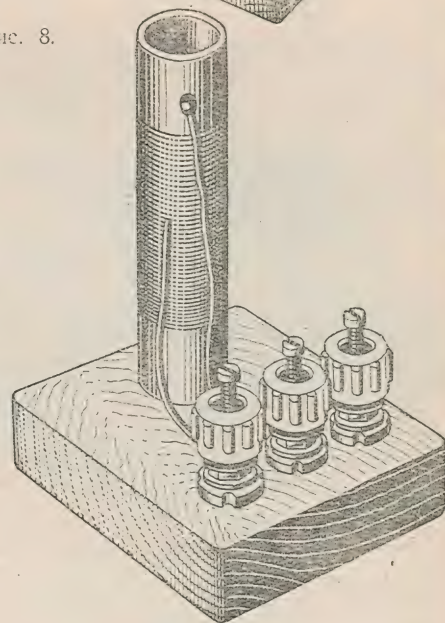

Рис. 12.
12. Катушка индуктивности. Внутренний диаметр — 20 мм (рис. 12). Обмотка выполнена проводом ПЭ-0,4, витков — 100, с отводом от среднего витка. Обозначение — L .